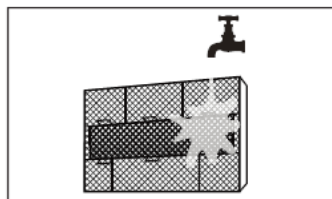

fig. 20 -
5. Lavare i filtri principali con acqua "fig. 20 -" o pulirli con l'aspirapolvere. Lasciare asciugare completamente i filtri evitando l'esposizione alla luce solare diretta.